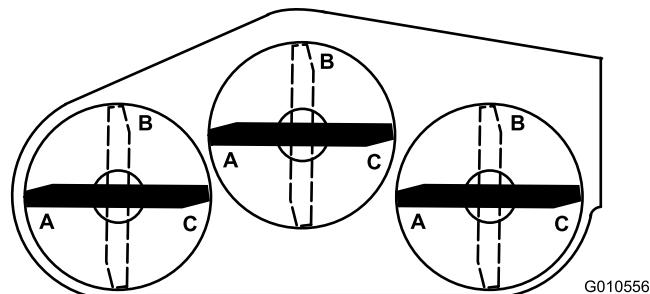
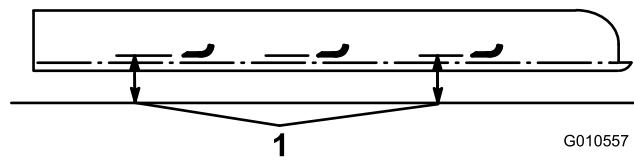

図 27
図 28
6. 全部のブレードを A 位置図 27 にし、水平な床面から各ブレードの刃先までの高さを測定する図 28。
7. 各ブレードを B 位置図 27 まで回転させ、同様にして各ブレードから床面までの高さを測定する図 28。
8. 各ブレードを C 位置まで回転させ、同様にして各ブレードから床面までの高さを測定する図 27 と 図 28。